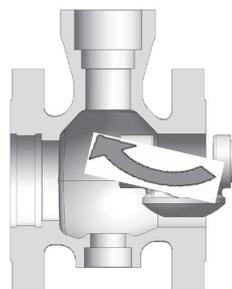

Abb. 5b: Installation des Kegels
- 13.15 Kegel in Gehäuse einsetzen, wie in Abb. 5b dargestellt.
**! HINWEIS:** Lager der unteren Führung (84) wird im Kegel eingepresst.